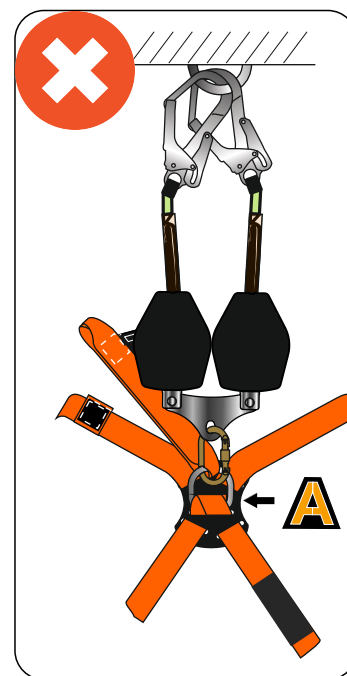

рис. 5
- присоединять два плеча двухплечевого устройства на одно анкерное устройство (рис. 5);